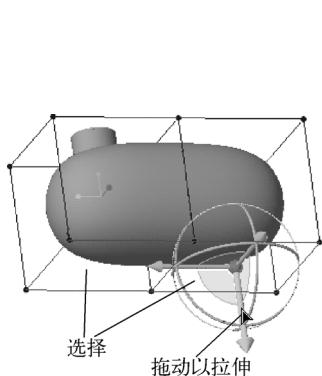

图 7-29 选择要拉伸的两个面并拉伸
7) 按住〈Ctrl〉键的同时选择底部的两个面，并使用鼠标拖动拖动器的一个控制滑块来拉伸形状，参考效果如图 7-29 所示。